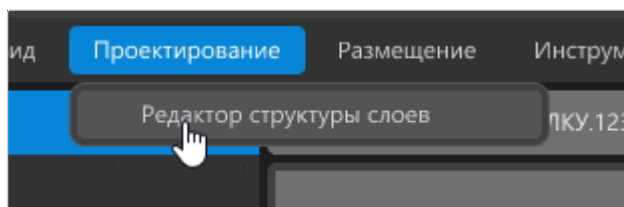

Рисунок 94. Вызов окна «Редактор структуры слоев»
- 1) Вызвать команду меню «Проектирование» → «Редактор структуры слоев» (см. рисунок 94).